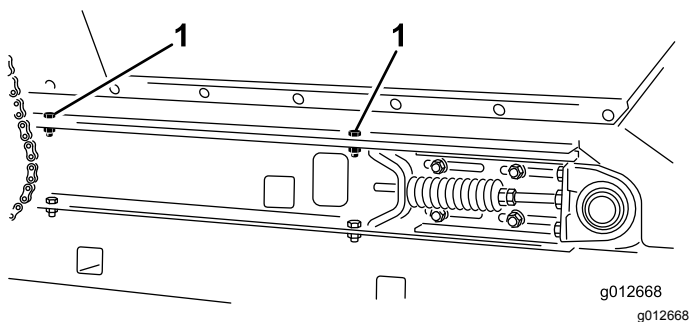

図 37
4. 装置の左右それぞれの側で、ホッパーをスライダフレームレールに固定する 図 37 スライダベッドを分解する (ページ 23) で外したキャップスクリュ2本、ワッシャ2枚、ロックナット2個を使用する。